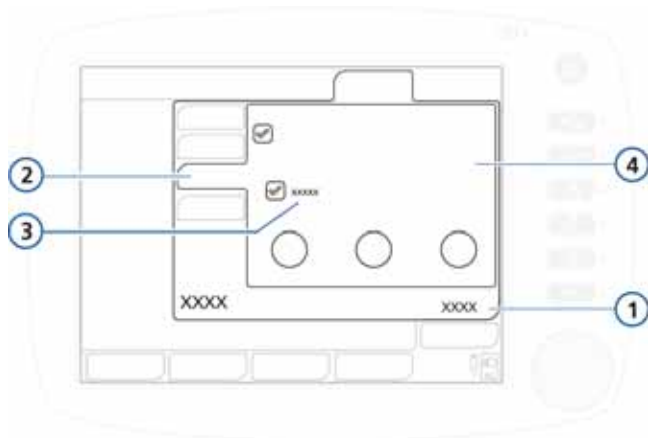

图 4-7. 窒息窗口，自动按钮
4. 如果适用，打开**控制** -> **窒息**窗口（图 4-7）。根据需要选择或取消选择**后备通气**。
3. 在适用的情况下，打开“**控制**” -> “**窒息**”窗口（图 4-7），然后根据需要选择或取消选择“**后备通气**”。有关详细信息，请参阅第 4.6.3 节。